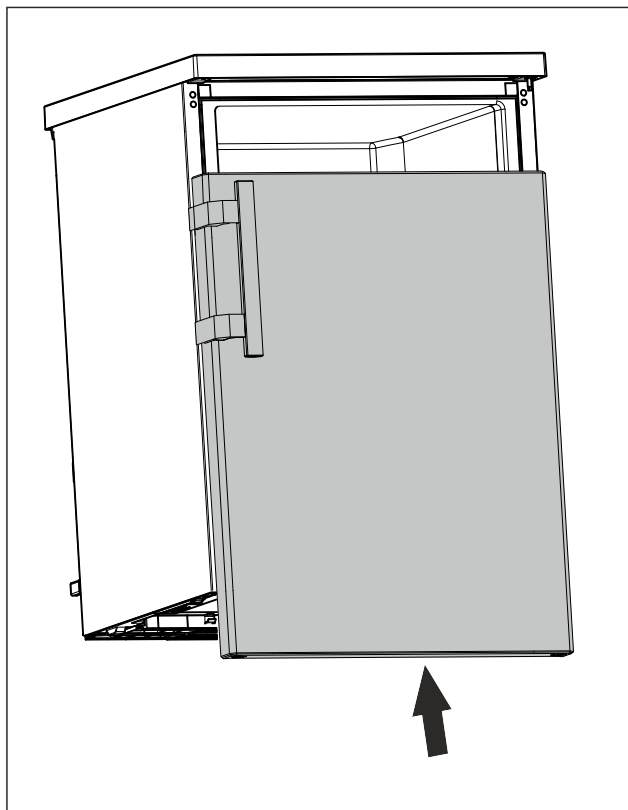

Fig. 23
- ▶ Schuif de deur op de bovenste grendel wanneer deze gesloten is. (zie Fig. 23)